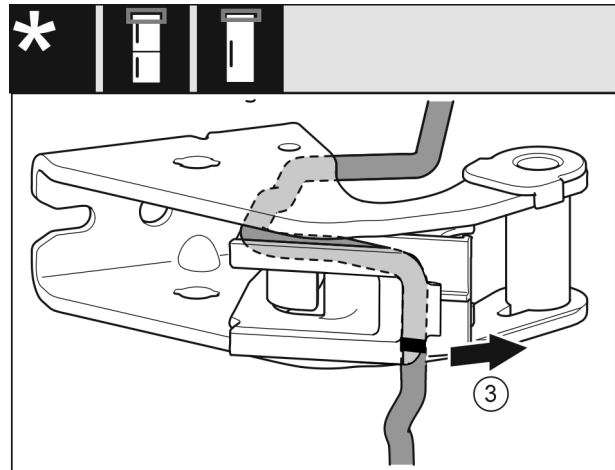

Fig. 27
- ▶ Kabel met de kabelhouder van de lagerbus demonteren. Fig. 27 (3)